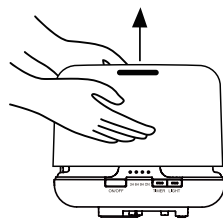
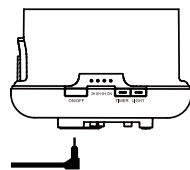

Fig 1
Fig 2
1. Placez l'appareil sur une surface plane, stable et sèche sur laquelle il sera utilisé (table de nuit) et retirez le couvercle supérieur et le couvercle d'eau intérieur. (Fig 1). Connectez l'adaptateur secteur à la base. (Fig 2)